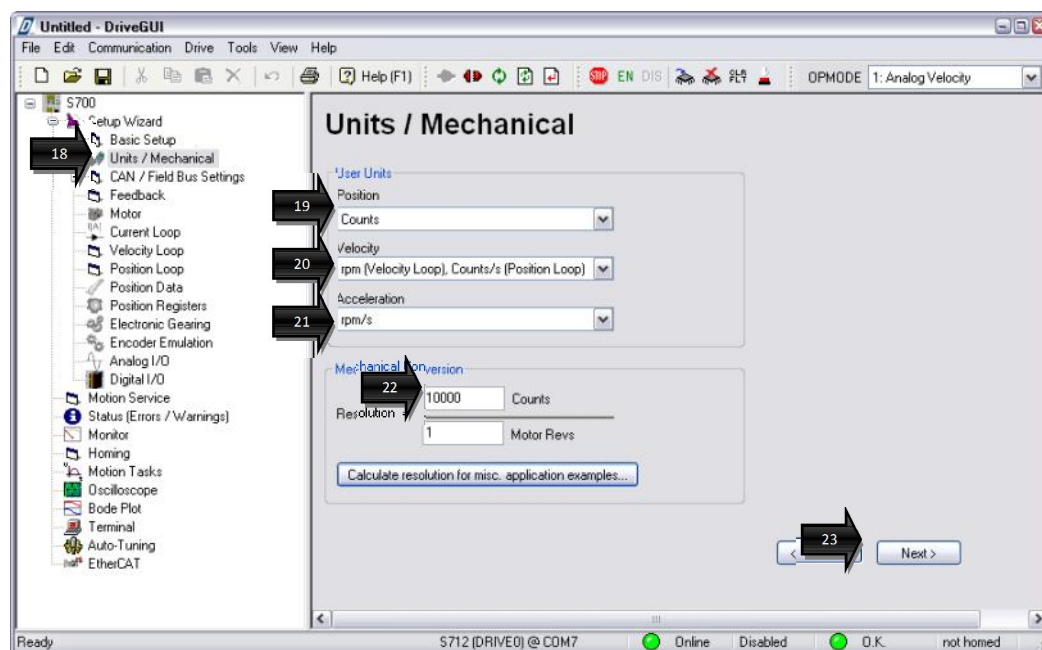

Рисунок 12 – Окно «Units/Mechanical»
5.3 Окно «Units/Mechanical»¹⁸ (рис. 12) служит для выбора типа механики и единиц измерения позиции, частоты вращения и ускорения/замедления.
Для перехода к следующей стадии требуется нажать кнопку Next > ²³ в окне «Units/Mechanical» (рис. 12).